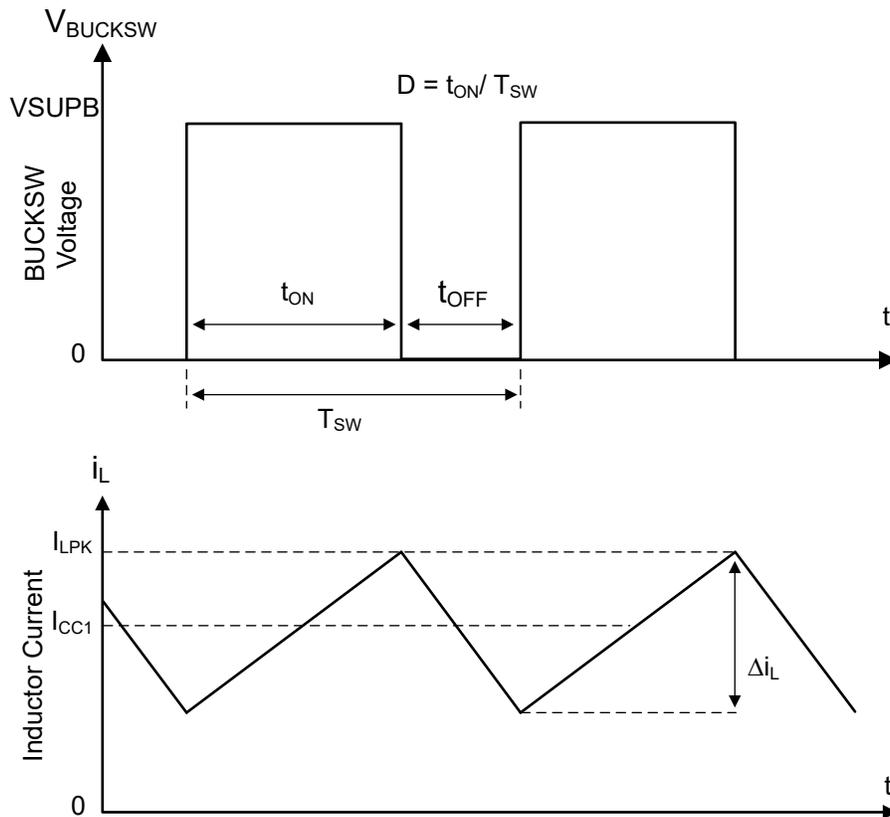

図 8-5. 連続電流モード (CCM) のスイッチング ノードの波形
TCAN245x-Q1 に統合された降圧レギュレータは、ハイサイド スイッチ (HS) とローサイド スイッチ (LS) を内蔵した同期式ステップダウン型の降圧コンバータです。レギュレータは、制御されたデューティ サイクルでハイサイドおよびローサイドの NMOS スイッチをオンにすることにより、出力電圧の安定化を実現します。図 8-5 を参照してください。ハイサイド スイッチのオン期間中、`BUCKSW` ピンの電圧はおよそ  $V_{SUPB}$  まで振れ、インダクタ電流  $i_L$  は  $(V_{SUPB} - V_{CC1}) / L$  の直線的な傾きで増加します。ハイサイド スイッチが制御ロジックによってオフにされると、貫通電流を防止するためのデッドタイム ( $t_D$ ) の後でローサイド スイッチがオンになります。インダクタ電流は、ローサイド スイッチを通して  $-V_{CC1}/L$  の割合で放電されます。降圧コンバータの制御パラメータはデューティサイクル  $D = t_{ON} / T_{SW}$  と定義されます。ここで  $t_{ON}$  はハイサイド スイッチのオン時間、 $T_{SW}$  はスイッチング周期です。コンバータ制御ループは、デューティ サイクル  $D$  を調整することにより、出力電圧を一定に維持します。損失を無視できるような降圧コンバータでは、次の式のように、 $D$  は出力電圧に比例し、入力電圧に反比例します:  $D = V_{CC1}/V_{SUPB}$ 。